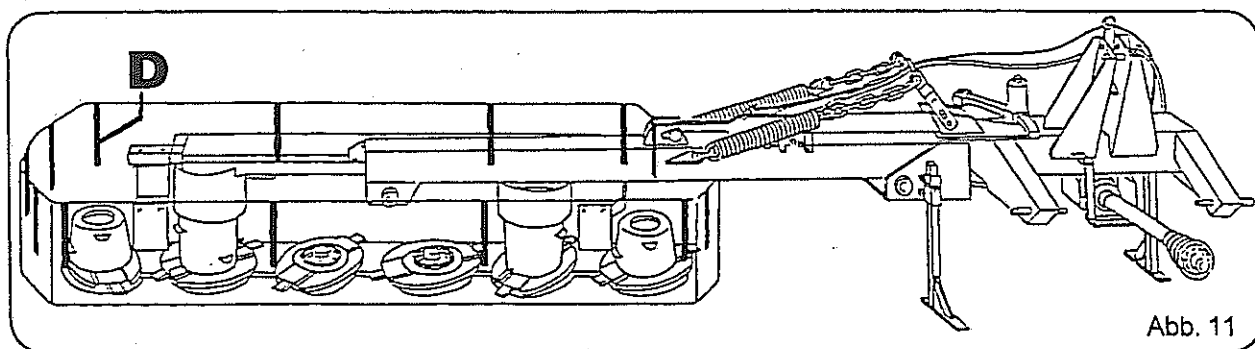

Abb. 11
- Die Schutzstabilisatoren mit den Blechschrauben 6,3 x 13 an den Schutzbügel (Abb. 11, Pos. D) schrauben. Vorn und hinten SM 220 / SM 260 je 4 Stück, SM 310 je 5 Stück Schutz Tuchstabilisatoren.